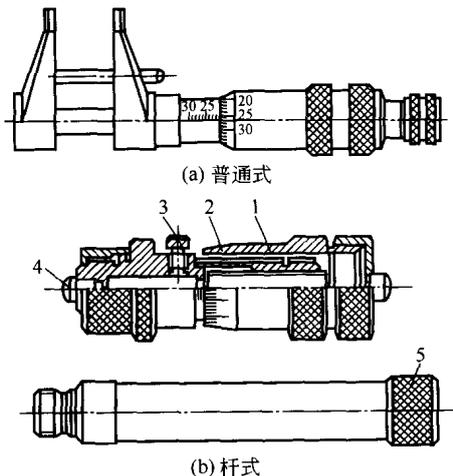

图 1-14 内径千分尺
(1) 内径千分尺 内径千分尺用来测量内径及槽宽等尺寸，有普通式和杆式两种（图 1-14）。测量一般孔径及槽宽不大的尺寸时（在 50mm 以内），可用普通内径千分尺 [图 1-14 (a)]，这种千分尺的刻线方向与外径千分尺相反。因为微分筒向相反方向移动时，固定套管连动右面量爪一起向左移动，尺寸增大。
测量大孔径或槽宽的工件时，可用杆式千分尺 [图 1-14 (b)]。调换接长杆后，必须用外径千分尺或标准孔径环规校正零位。